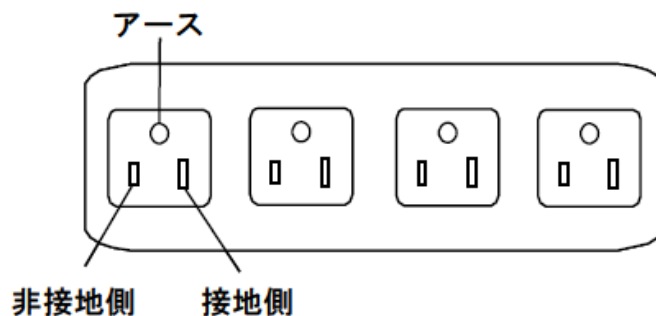

図 3-21 推奨 AC 電源ソケット
- 電源ケーブルは図 3-21に示すような電源ソケットに安全に接続されていることを確認してください。